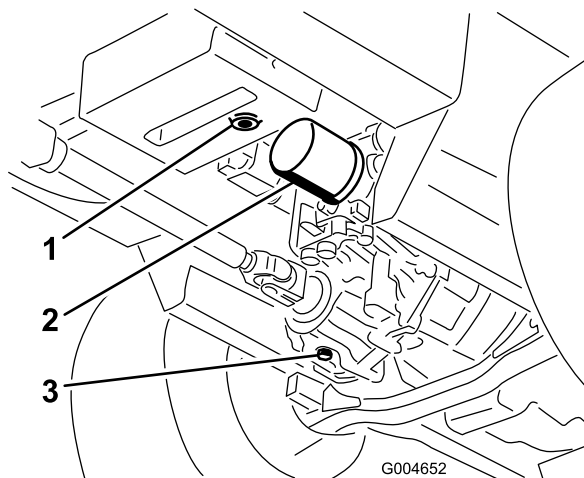

Figura 71
3. Mettete una bacinella grande sotto il serbatoio idraulico e la scatola della trasmissione, togliete i tappi e lasciate defluire tutto il fluido idraulico (Figura 71).
4. Pulite attorno al filtro dell'olio idraulico e rimuovete il filtro (Figura 71).